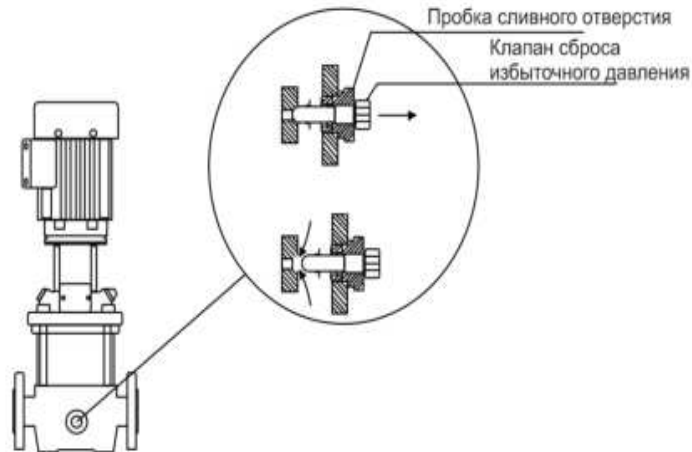

Рисунок 6
6. Пробка сливного отверстия оснащена клапаном сброса избыточного давления. При достижении в системе давления равного 6 бар, происходит автоматическое срабатывания этого клапана (при его ослаблении), что позволяет сбросить избыточное давление в системе и избежать повреждения насоса и системы (смотрите рисунок 6 на следующей странице).